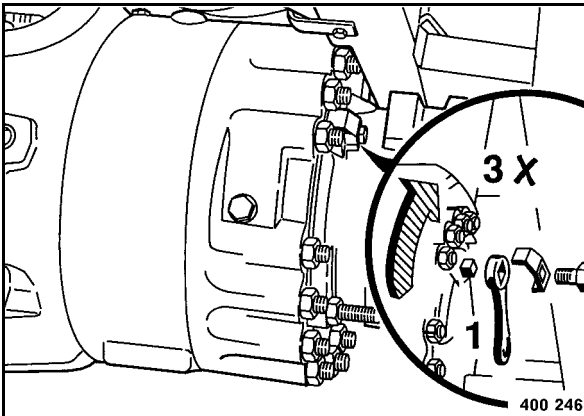

fig. 163
- Tourner le pan carrée 1 (fig. 163) de trois tours dans le sens de aiguilles de montre pour régler le jeu.